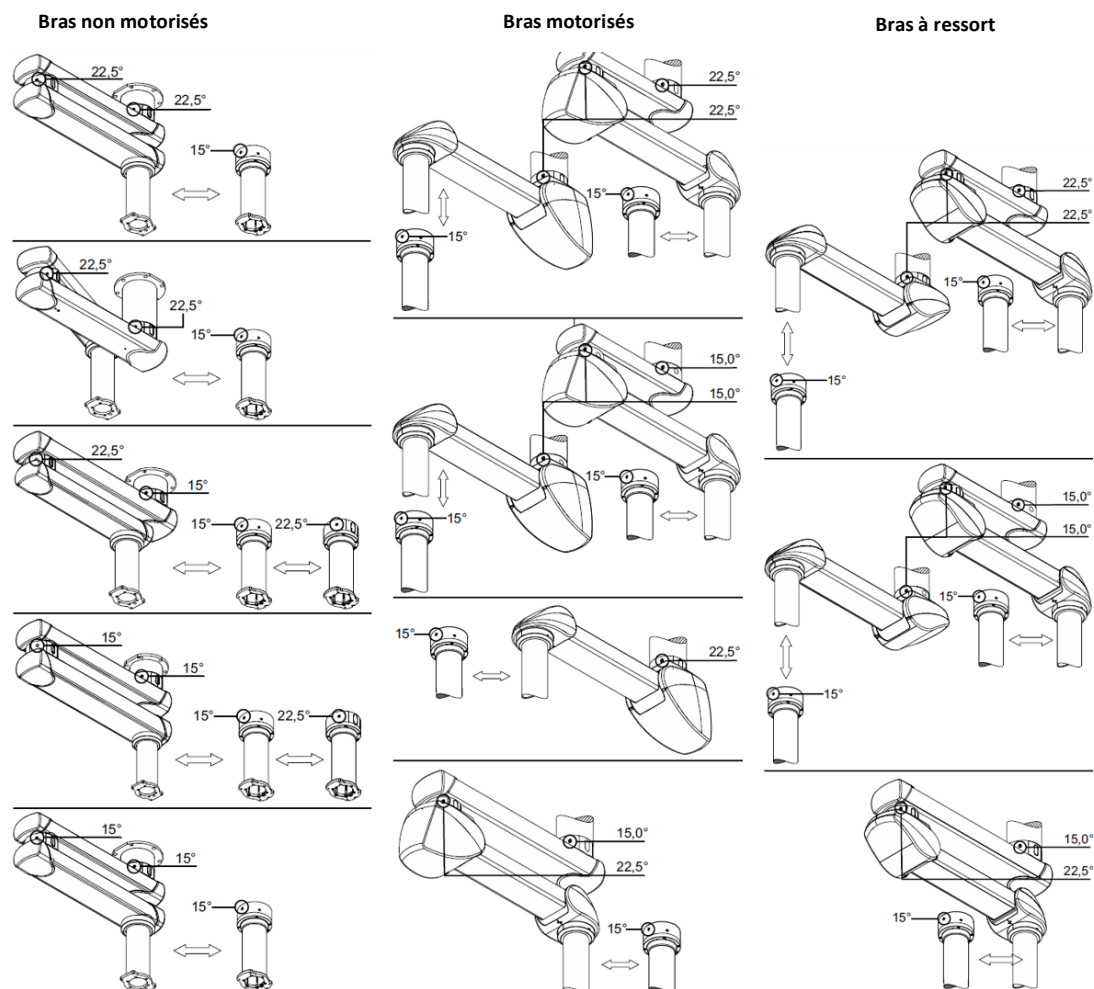

Fig.61 Réglage des butées rotatives
- Desserrez la vis de réglage M4 ⑦ - DIN 914 à l'aide de la clé Allen.
- Placez la clé sur le boulon hexagonal ⑤.
- La vis indicatrice ⑥ est orientée vers le bas (ne pas desserrer cette vis).
- Pour abaisser le plateau dans l'exemple de la figure 61, tournez le boulon hexagonal ⑤ de manière à ce que la vis indicatrice ⑥ soit orientée vers l'avant (vers vous). Voir Fig. 61 Vue détaillée, en bas à droite.
- Pour soulever le plateau dans l'exemple de la figure 61, tournez le boulon hexagonal ⑤ de façon à ce que la vis indicatrice ⑥ pointe vers l'arrière (loin de vous). Voir Fig. 61 Vue détaillée, en bas à droite.
- Serrez la vis sans tête M4 ⑦ - DIN 914.